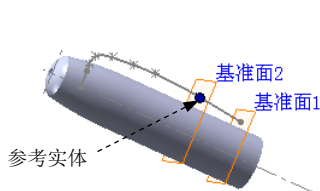

图 3.31.6 基准面 2
Step5. 创建图 3.31.6 所示的基准面 2。选择下拉菜单 **插入(I)**  **参考几何体(G)**  **基准面(E)...** 命令，选取图 3.31.6 所示的基准面 1 和草图 2 上的点作为基准面的参考实体。